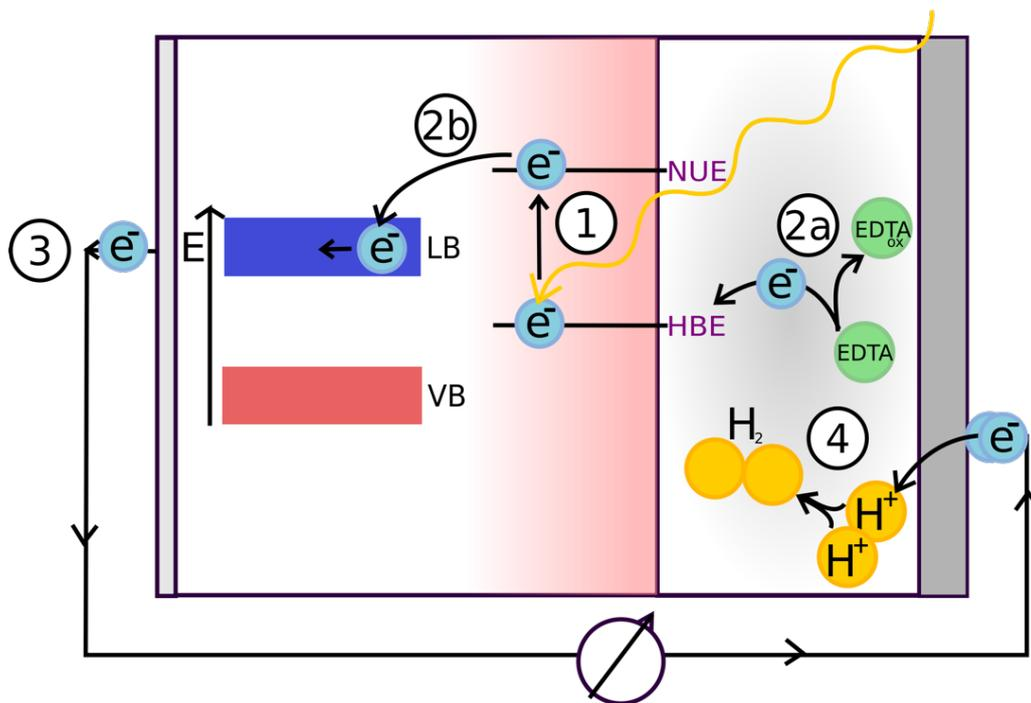

Abb.1
- 1) Beschriften Sie in Abb.1 die wichtigsten Bestandteile der Zelle und die an den Prozessen beteiligten Teilchen.